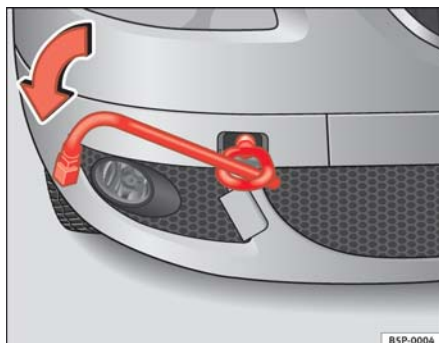
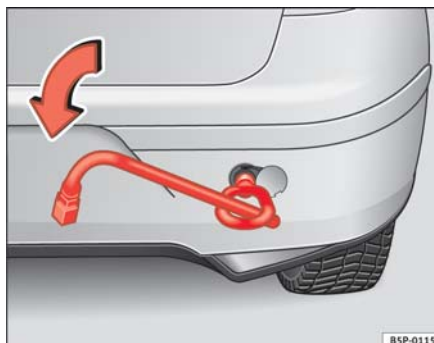

Fig. 186 Atornillado de la argolla de remolque en la parte delantera derecha del vehículo
Fig. 187 Atornillado de la argolla de remolque en la parte trasera del vehículo
- Atornille la argolla hasta el tope hacia la izquierda, en el sentido que indica la flecha, tanto en la parte delantera ⇒ página 226, fig. 186, como en la trasera ⇒ página 226, fig. 187.